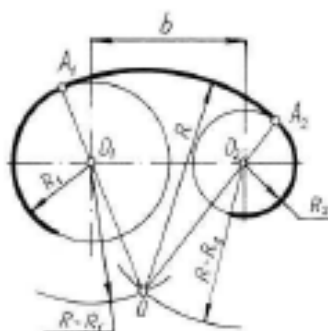

Рисунок 4.
*Внутреннее сопряжение двух окружностей дугой заданного радиуса.* Из точки  $O_1$  провести вспомогательную дугу радиусом  $R - R_1$ , а из точки  $O_2$  дугу радиусом  $R - R_2$ . При пересечении получится точка  $O$ , центр сопряжения. Соединить точку  $O$  с точками  $O_1$  и  $O_2$  найти точки сопряжения на заданных окружностях  $A_1$  и  $A_2$ . Из точки  $O$  провести дугу радиусом сопряжения  $R$  от точки  $A_1$  до точки  $A_2$ , рисунок 4.